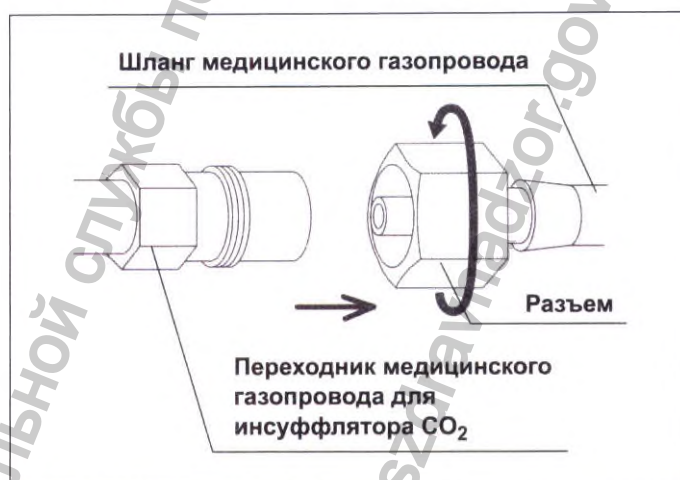

Рисунок 3.5
- 4 Присоедините переходник медицинского газопровода к шлангу газопровода и затяните переходник вручную (с усилием порядка 5 Н/м (0,5 кгс/м)) до упора (см. рис. 3.5).